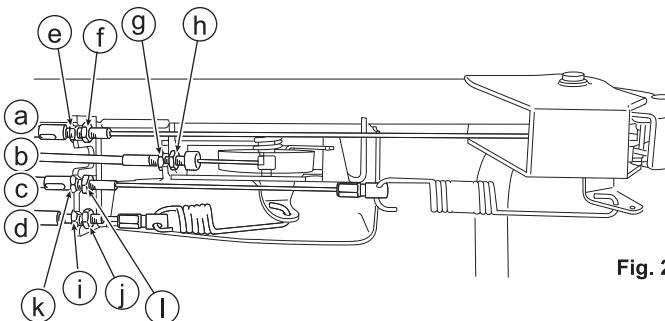

Fig. 23
8.5.1 Alavanca do acelerador (Veja as fig. 23 e 24)
8.5.2 Alavanca da lâmina (Veja as fig. 23 e 25)
(Veja as fig. 23 e 26)
- Verifique se a máquina pode ser movimentada para trás quando a alavanca da embreagem de acionamento (B) é liberada.
8.5.4 Alavanca de ajuste de velocidade (Veja as fig. 23 e 27)